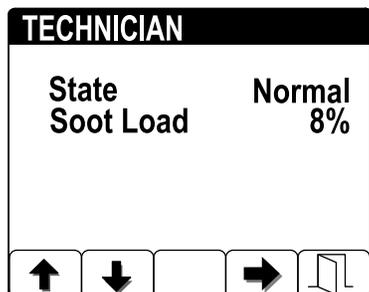

Figura 9
- Vea la carga de hollín que se mide como porcentaje de hollín en el DPF(Figura 9); consulte la tabla de carga de hollín.